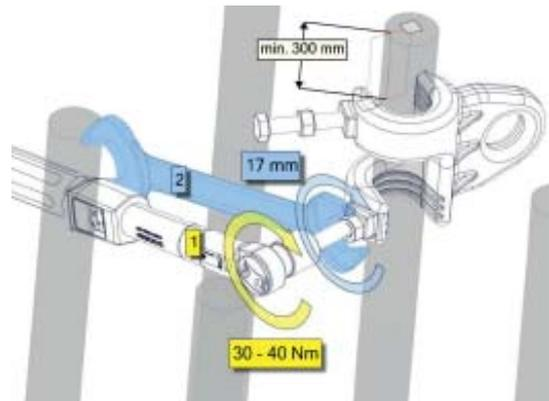

Abbildung 6. Installation des Punktes auf der Stange
Halten Sie den Punkt A-165 und ziehen Sie die beiden Befestigungsschrauben Abbildung 6 mit einem Drehmomentschlüssel (1) und einem Drehmoment von 30-40 Nm an. Verhindern Sie dann mithilfe der Kontermutter und einem 17mm-Schraubenschlüssel (2) das Lösen der Schraube.